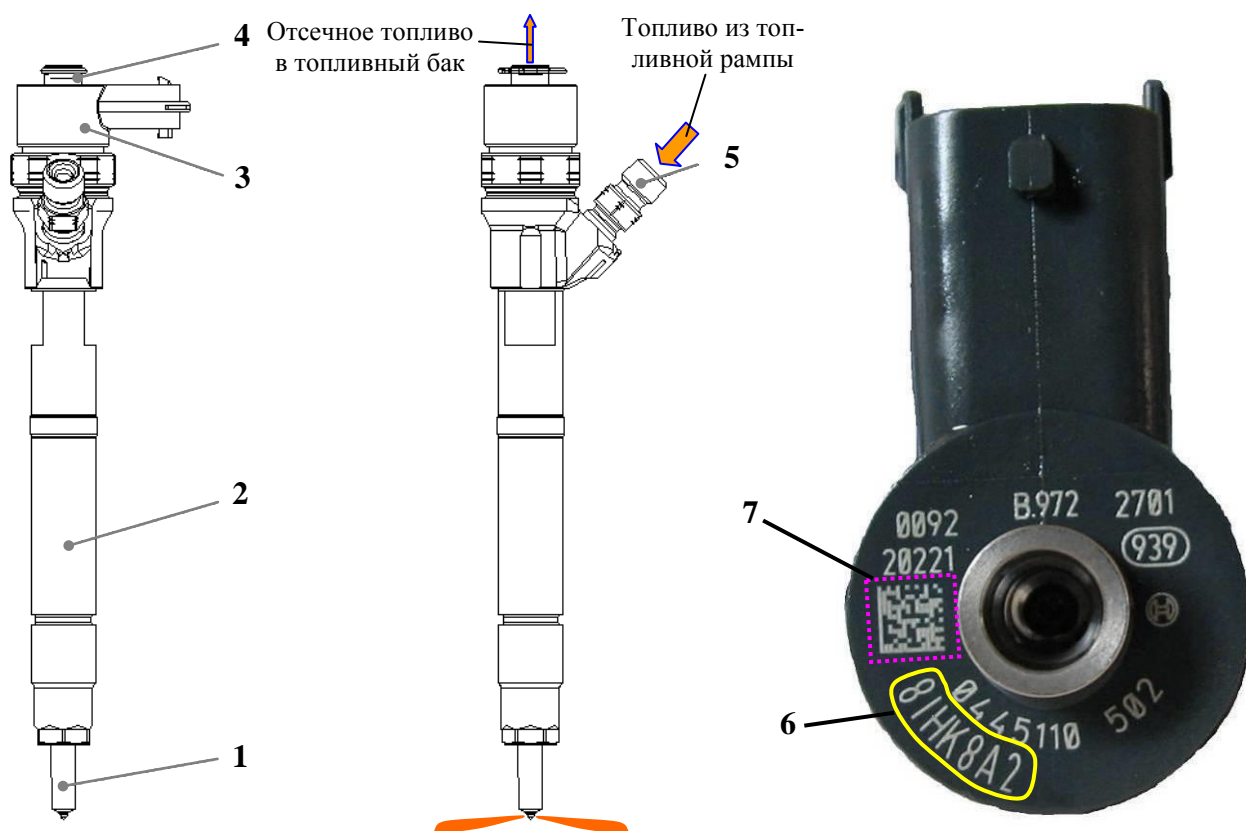

Рис.64. Форсунка подачи топлива:
**Топливная форсунка** (рис.64) электрогидравлическая, закрытая, с быстродействующим электромагнитным клапаном 3. Впрыск топлива происходит при подаче напряжения из блока управления двигателем на электромагнитный клапан 3.